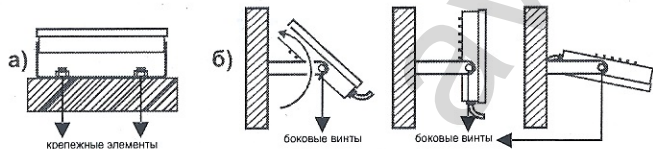

Рис. 3 Схема установки светодиодного прожектора с различным углом поворота.
7.4 Для того, чтобы изменить угол наклона прожектора, необходимо ослабить боковые винты на кронштейне прожектора. Затем установите необходимый угол наклона и затяните болты (рис.3 б).